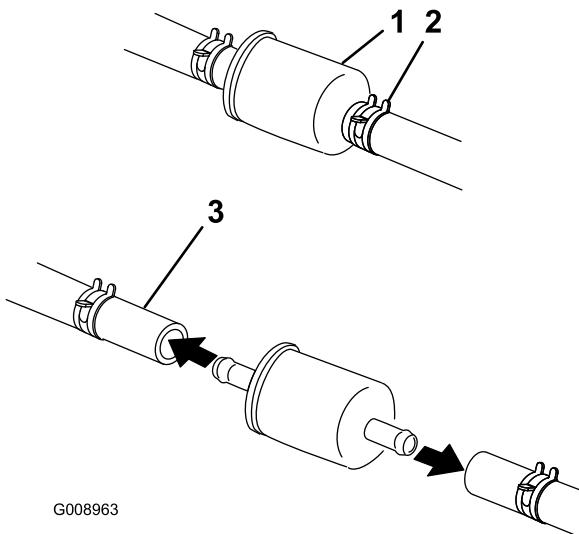

Figura 54
5. Cierre la válvula de cierre de combustible, situada debajo del asiento (Figura 54).
6. Apriete los extremos de las abrazaderas y deslícelas por la manguera alejándolas del filtro (Figura 54).
8. Instale un filtro nuevo y acerque las abrazaderas al filtro (Figura 54).